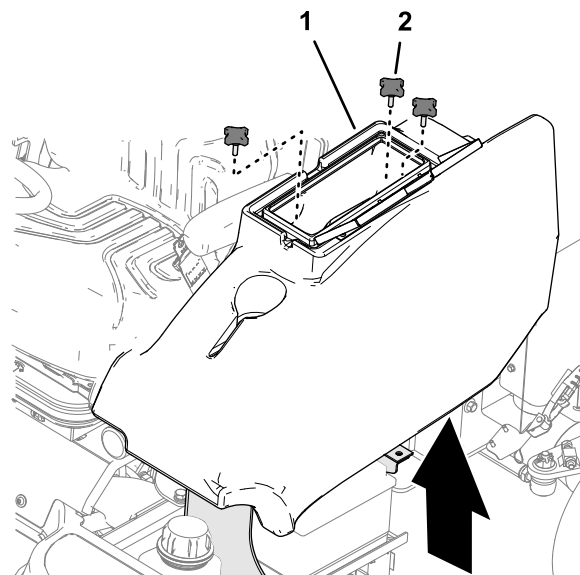

Figura 47
1. A sinistra della pedana dell'operatore, aprite lo sportello del vano portaoggetti (Figura 47).
2. Rimuovete le 3 manopole che fissano il vano portaoggetti alla macchina e rimuovetelo (Figura 47).